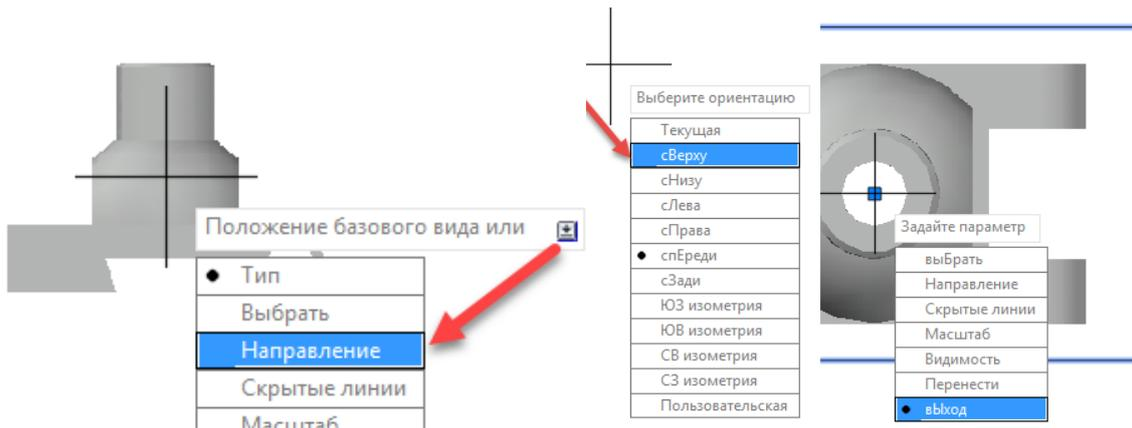

Рис. 4.22. Создание вида сверху
*Положение базового вида или:* воспользовавшись контекстным меню, из списка опций выберите **Направление** (рис. 4.22).